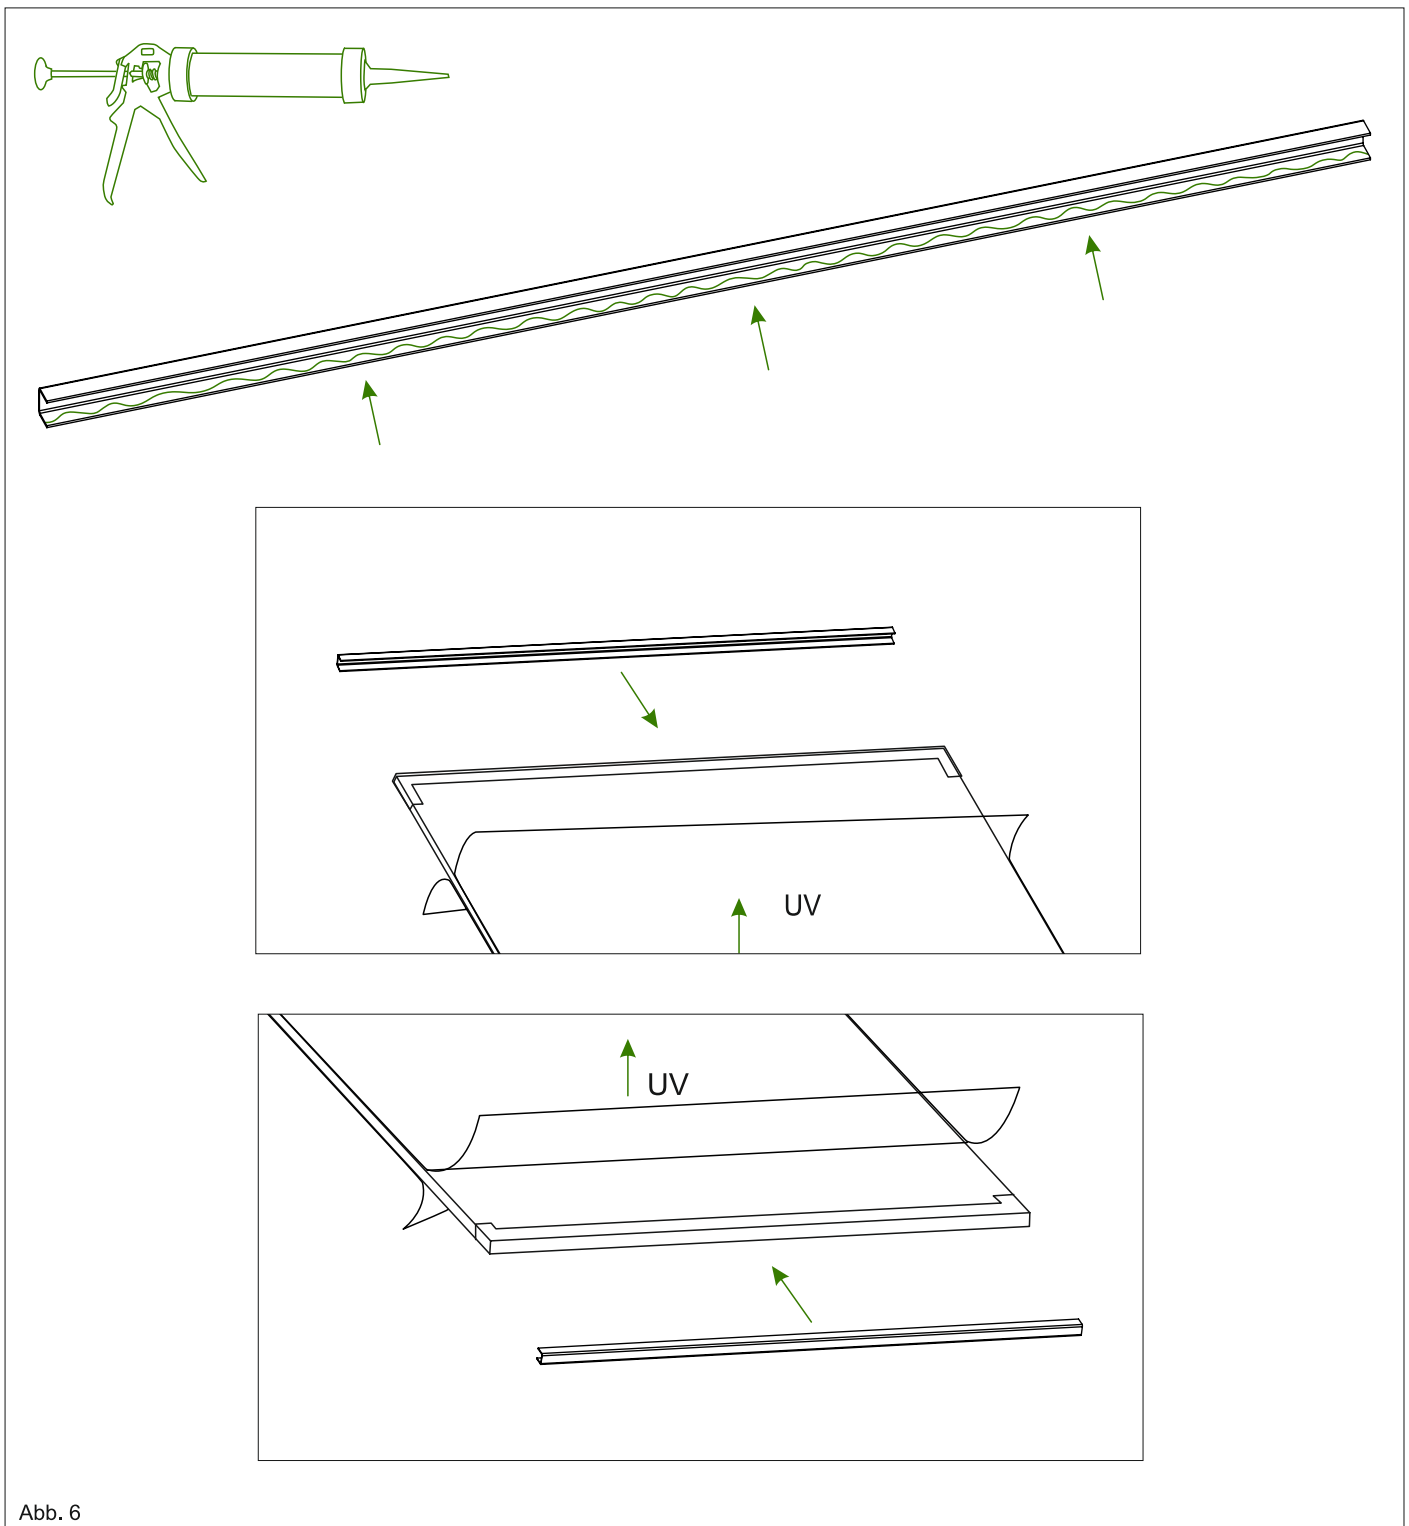

Abb. 6
3. Nehmen Sie die Klickleisten KL-A935 und KL-A980 und verteilen Sie eine dünne Schicht Silikondichtung auf der Innenseite des Kantenprofils (Siehe Bild). Befestigen Sie die auf jede Polycarbonatplatte jeweils eine Klickleiste KL-A935 auf einer Seite und eine KL-A980 auf der anderen Seite. Achten Sie dabei, dass die UV-Seite oben bleibt. Wiederholen Sie diesen Vorgang mit allen gelieferten Polycarbonatplatten. Siehe Abb. 6.